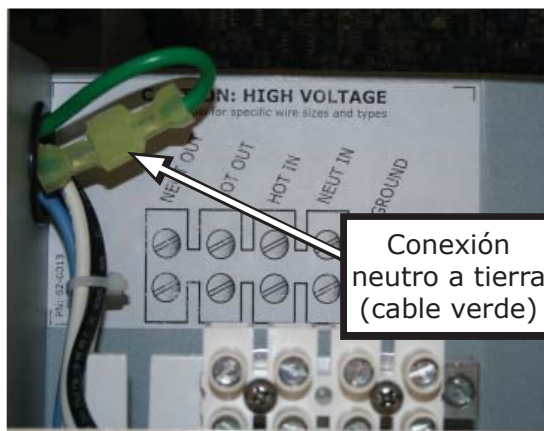

Ilustración 2-16, Desconexión de la conexión del neutro a tierra
2. Mire en el interior y localice el cable verde con el conector aislado en la parte superior del compartimiento de cableado AC, consulte la Ilustración 2-16. Este conector aislado conecta el neutro y la tierra en el interior del inversor.